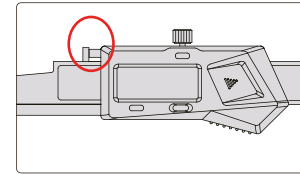

fig 4.
- Træk linealen, flyt målekilen til placeringspunktet, og tryk på zero-knappen for at nulstille (fig 4.).